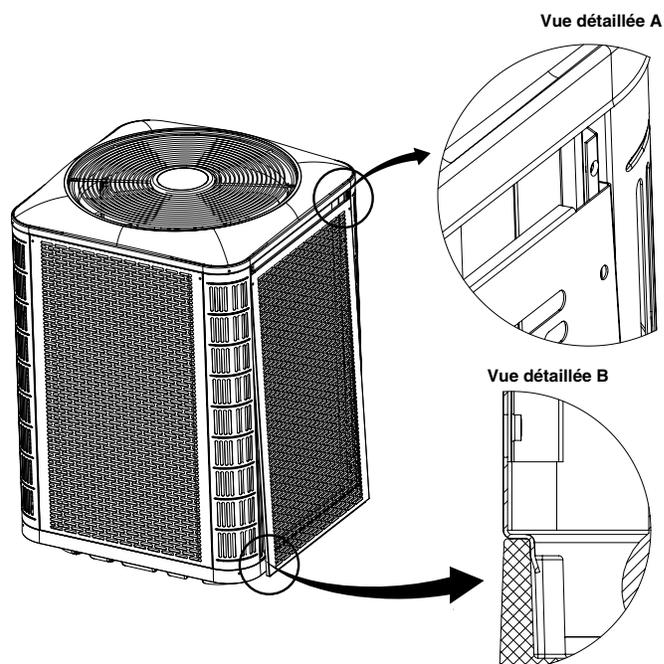

Figure 5. Installation du panneau
1. Insérez les coins supérieurs des brides latérales du panneau dans les rainures du montant de coin, tel que montré au Détail A dans la Figure 5.